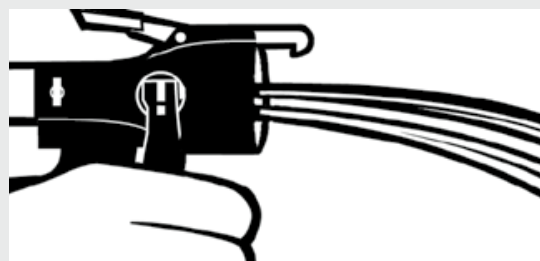

Figura 4.
5. Purgue el sistema en un contenedor de residuos accionando el gatillo del dispensador Insta-Flo™. Cuando ambos chorros aparezcan por igual desde la parte delantera de la pistola, suelte el gatillo, limpie el producto químico de la cara del dispensador con un trapo limpio y vuelva a aplicar vaselina. (Ver Figura 4)